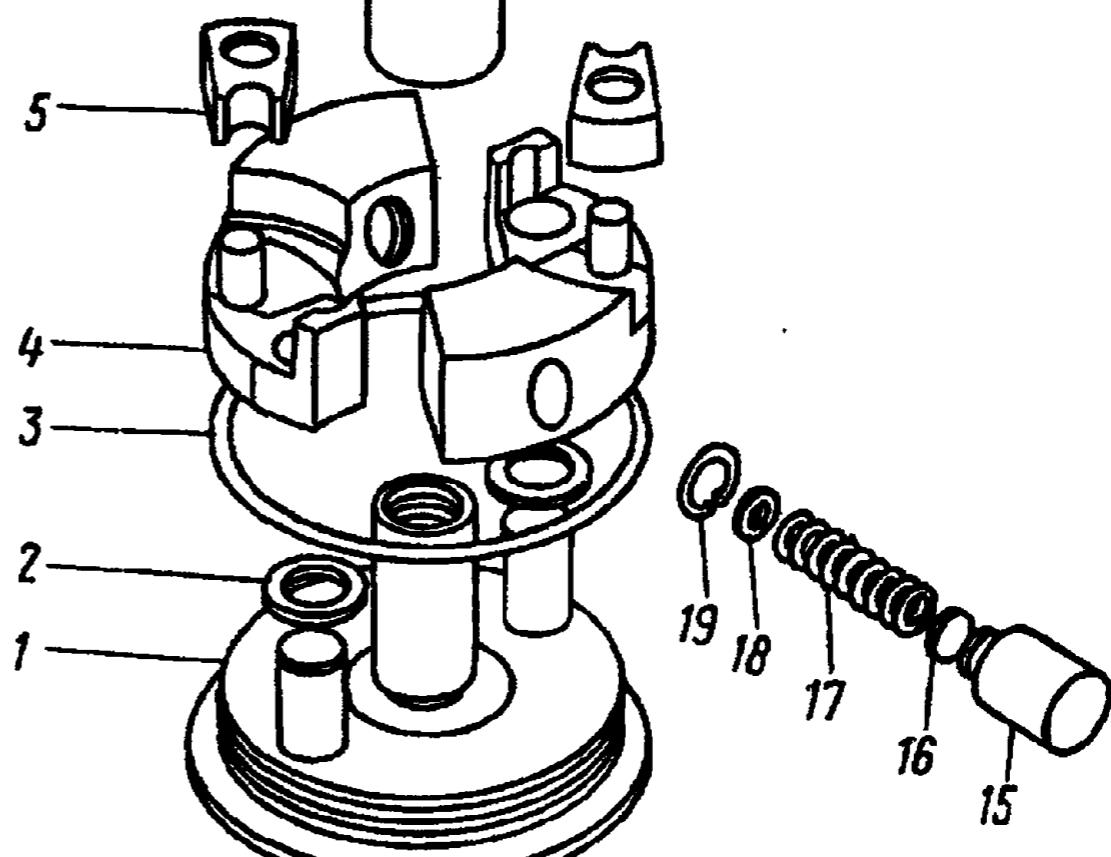

Рис. 87. Муфта опережения впрыска топлива:
23. Расчеканьте ведомую полумуфту 1 (рис. 87) в двух местах.	Слесарный верстак, молоток, зубило
26. Отверните корпус 14 (см. рис. 87) муфты от ведомой полумуфты и снимите корпус в сборе с манжетой 11 и пружиной 10	То же
пусе насоса и ведомой полумуфте в момент начала подачи топлива восьмой секцией должны совпадать. Несовпадение меток допускается не более 0,5 мм. Кулакковый вал вращайте через ведомую полумуфту I (см. рис. 87) автоматической муфты опережения впрыскивания топлива.